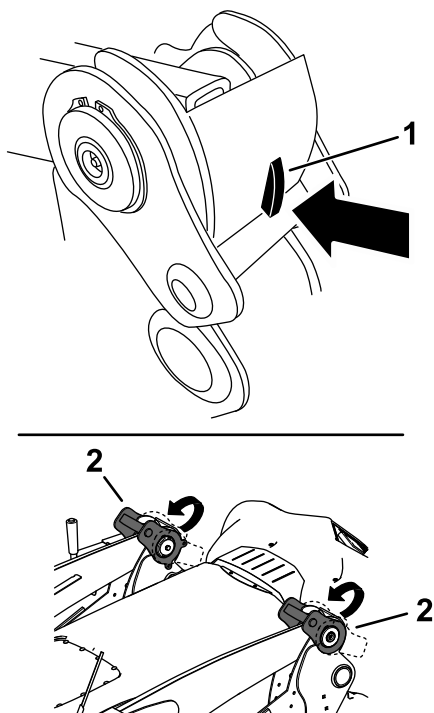

Figura 45
3. Presione hacia abajo sobre el seguro del cierre de cada brazo de carga y levante los cierres para desbloquear los brazos de carga de la máquina (**Figura 45**).